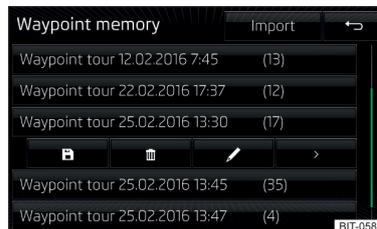

Abb. 225
- ▶ Die gewünschte Wegpunkttour auswählen » Abb. 225 auf Seite 191.
nüpunkte wählen » Abb. 225.